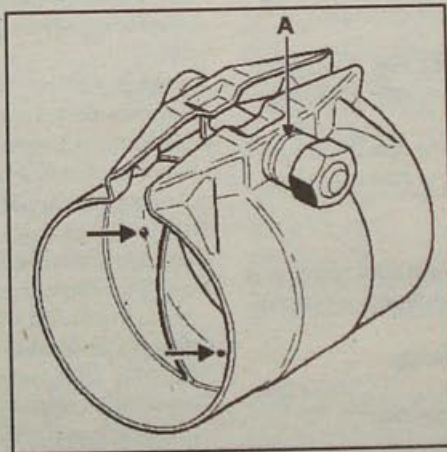

Рис. 2.79. Ремонтный патрубок системы выпуска отработавших газов: А – канавка, определяющая момент затяжки гайки
• Гайка хомута имеет канавку (А, рис. 2.79), чтобы обозначать правильный момент затяжки. Когда при затяжке канавка исчезает, она издает характерный щелчок, это означает, что гайка затянута моментом 25 Н•м.